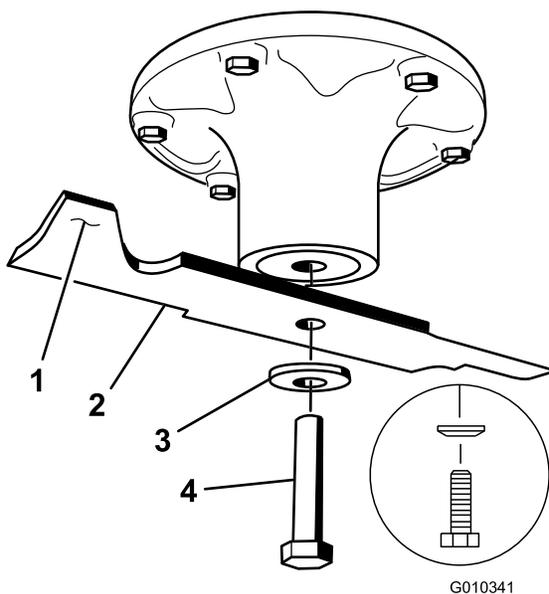

Рисунок 70
2. Отверните болт ножа, снимите изогнутую шайбу и нож с вала шпинделя (Рисунок 70).